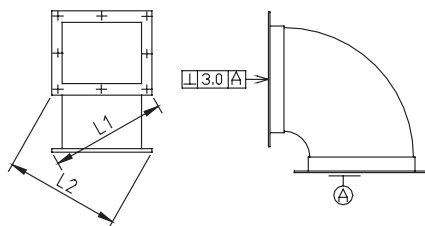

Рис. 10. Фланцы на концах отвода
- Для фланцев на концах отводов прямоугольных воздуховодов допуск на перпендикулярность 3,0, как показано на Рис. 10.